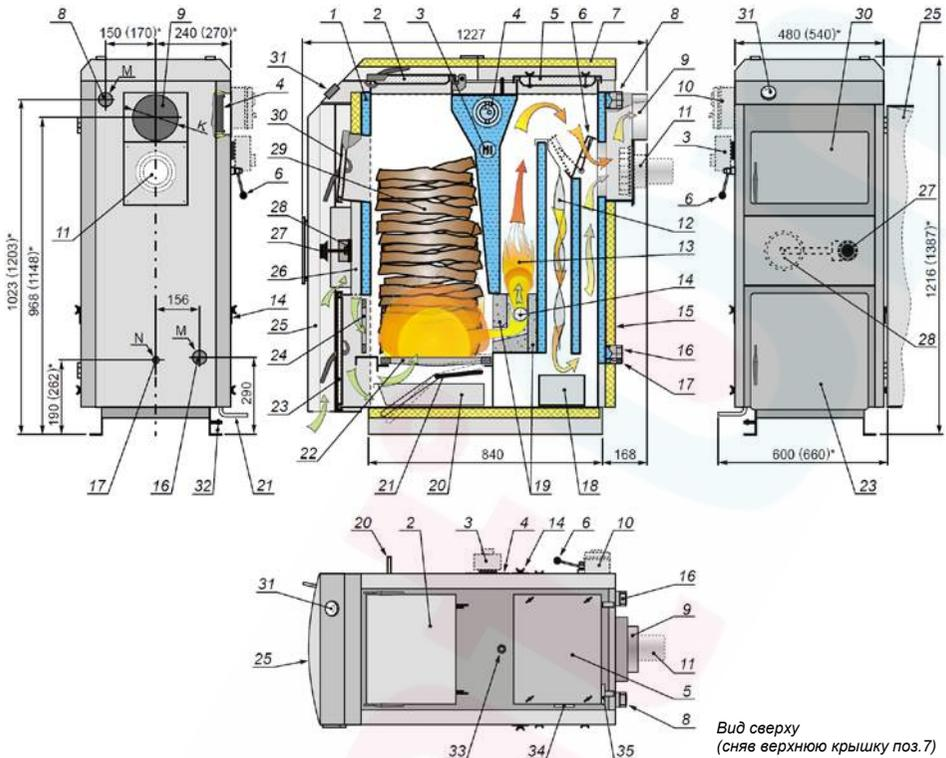

Рис.1.
Корпус котла (1) (см. рис. 1а, 1б), сварен из стальных листов, имеет емкости
Обычно котлы поставляются в собранном виде, но после транспортировки и установки нужно проверить состояние сборки керамических плит (19) (*см. рис.1*) из жаропрочного бетона в камере сгорания (13). Если плиты сдвинуты со своих мест, нужно их вернуть в нужное положение. Если котел поступил не в собранном виде, тогда сборку камеры сгорания проводить в следующей последовательности: